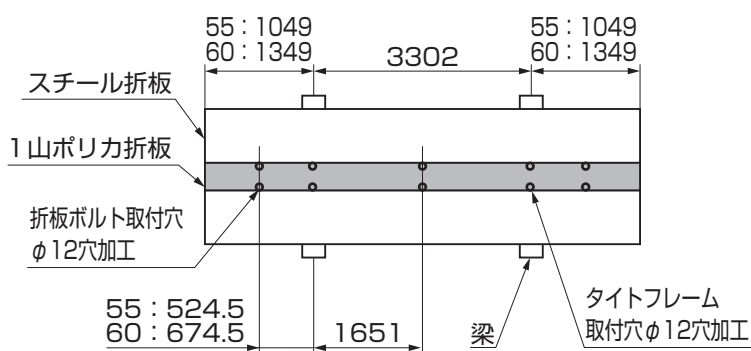

図2-1 穴加工位置 (4本柱)
- ①スチール折板とポリカ折板に、タイトフレーム取付け用のφ12の穴加工をしてください。（図2-1、図2-2参照）
- ③ポリカ折板をルーフボルトキャップと折板固定用笠ワッシャーで固定してください。
- ④ポリカ折板と、ポリカ折板と隣接するスチール折板にφ12の穴加工をしてください。（図2-1、図2-2参照）